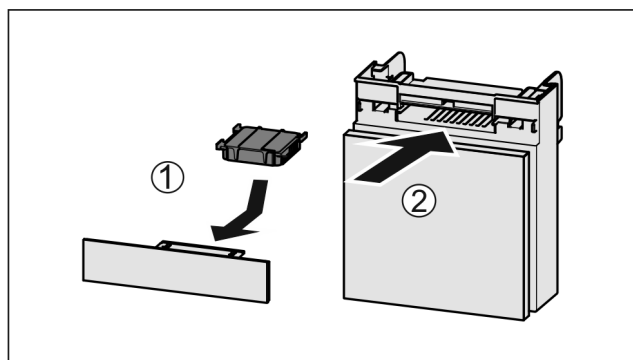

Fig. 46
- ▶ Insérer le filtre à charbon actif d'après le schéma Fig. 46 (1).
- ▶ Insérer le compartiment Fig. 46 (2).